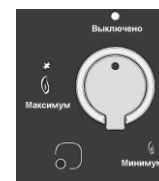

Рис.1
Нажмите и поверните ручку, которая соответствует требуемой конфорке, против часовой стрелки в максимальное положение (большое пламя Рис. 1), затем нажмите данную ручку до упора.
Ручку конфорки, оснащенной системой газ-контроль, следует поворачивать против часовой стрелки в максимальное положение (большое пламя Рис. 1) до тех пор, пока не почувствуете, что она зафиксировалась, а затем нажмите данную ручку и производите зажигание, как описано выше.
После закипания установите ручку в положении Минимум (маленькое пламя см. рис. 1).
Зажигание конфорок, оснащенных системой газ-контроль, может осуществляться только при установлении ручки в положение Максимум (большое пламя рис.1).
-Зажгите конфорку и поверните соответствующую ей ручку в положение «Минимум» (маленькое пламя рис. 1).